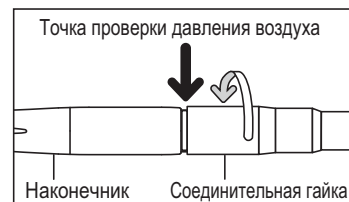
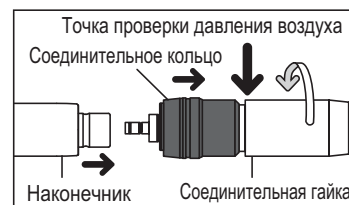

Рис. 1
Рис. 2
- 2) Затяните соединительную гайку (Рис.1).
Оттяните кольцевой зажим в обратную сторону, как показано на Рис.2.
Установите воздушное давление в точке проверки воздушного давления. См. Рис.1 и Рис.2. Установочные значения указаны в таблице с техн. характеристиками. Не превышайте рекомендованное воздушное давление, используйте мульти-монитор.